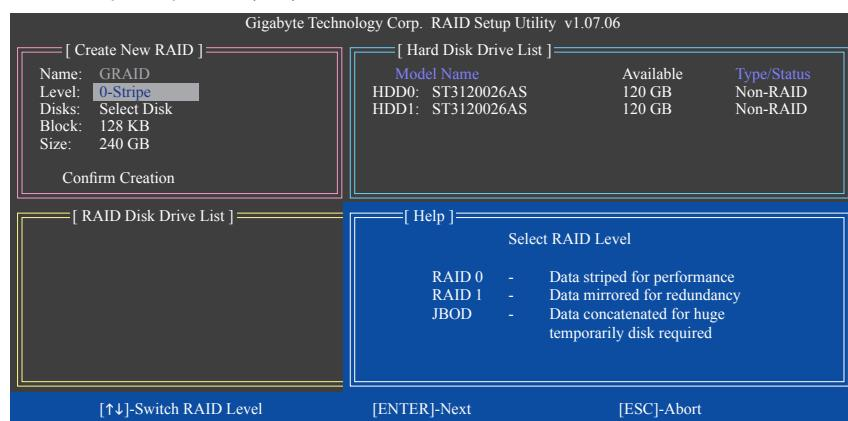

図 5
Create New RAID ブロックに、アレイを作成するために設定する必要がある項目がすべて表示されます(図 5)。
2. **Select RAID Mode:** Level 項目の下で、上または下矢印キーを使用して RAID 0(ストライプ)、RAID 1(ミラー)、JBOD(図 5) を選択します。<Enter> を押して、次のステップに進みます。